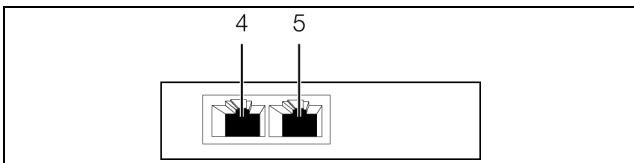

Abb. 11: Rückseite des Differenzdrucksensors
- Verbinden Sie den Differenzdrucksensor über ein CAN-Bus-Verbindungskabel mit einer CAN-Bus-Schnittstelle der CMC III Processing Unit bzw. der benachbarten Komponente im CAN-Bus (Abb. 11, Pos. 4).
- Schließen Sie ggf. an der zweiten, freien CAN-Bus-Schnittstelle des Differenzdrucksensors (Abb. 11, Pos. 5) eine weitere Komponente an (z. B. einen anderen Sensortyp).